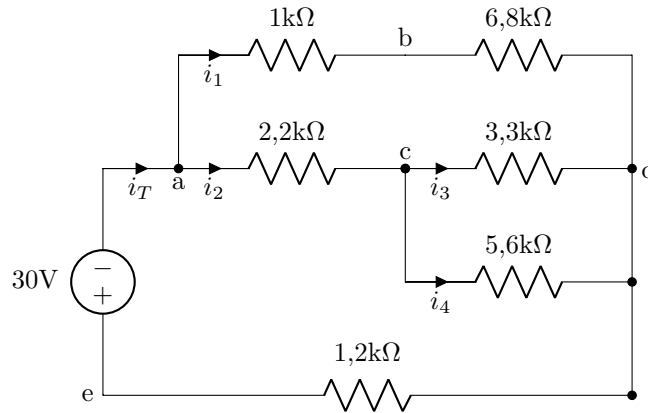

Figura 5.1: Circuito mixto serie-paralelo.
- b. Implemente en una protoboard el circuito mostrado en la Figura 5.1. Tome en cuenta que se le evaluará la presentación estética del mismo.